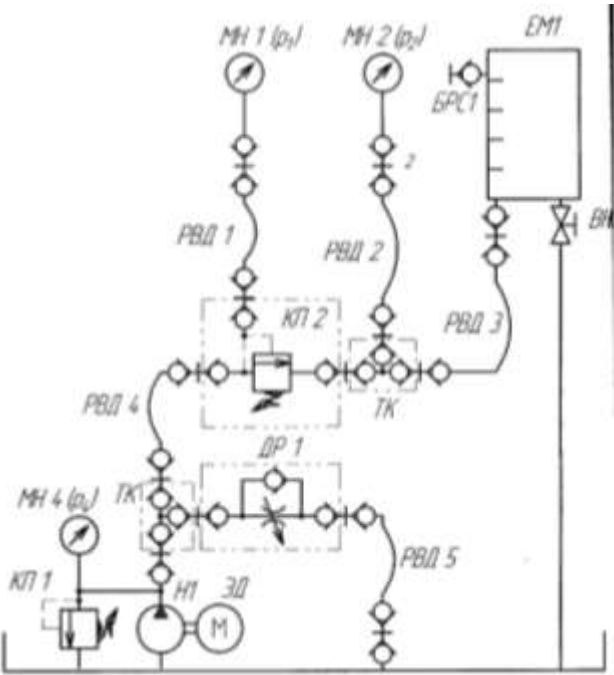

Рисунок 19 – схема гидравлическая
Собрать схему рис.19.
1. Выполнить чертеж схемы рис.19, 20 и проставить буквенно-цифровое обозначение.
2. Составить схему потоков для рис. 19, 20.
3. Составить циклограммы для рис.19, 20.